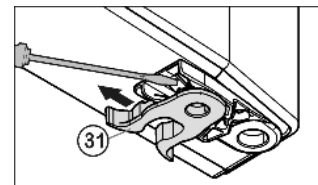

Fig. 7
- Преместване на пружинната скоба Fig. 7 (31): Натиснете надолу фиксиращия палец, изтеглете пружинната скоба над него.